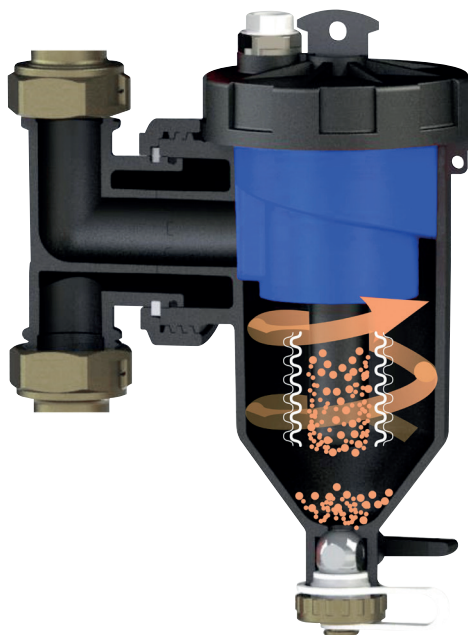

Abb. B2: magnetische Wirkung
- **Magnetische Wirkung:** Zurückhalten der ferromagnetischen Teilchen durch den Magneten (4) (Abb. B2).